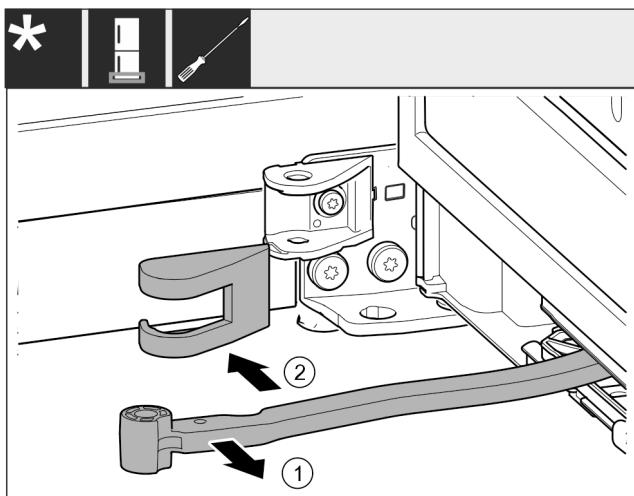

Fig. 16
- Okrenite zglop u smjeru vrata. Fig. 16 (1)
- Skinite pokrov podloška ležaja. Fig. 16 (2)